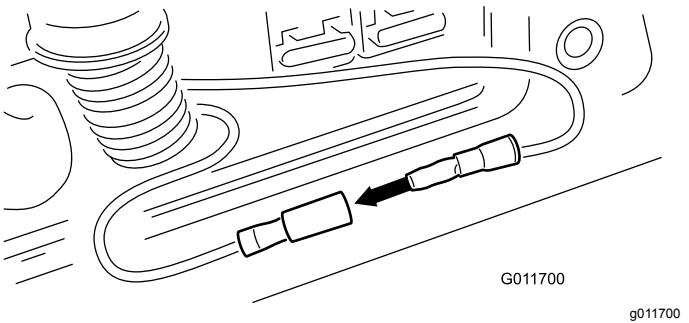

図 59
4. 運転キーを OFF 位置とし、ジャンパ・ワイヤについているキャップを取り外し、ワイヤ同士を接続する。(図 59)